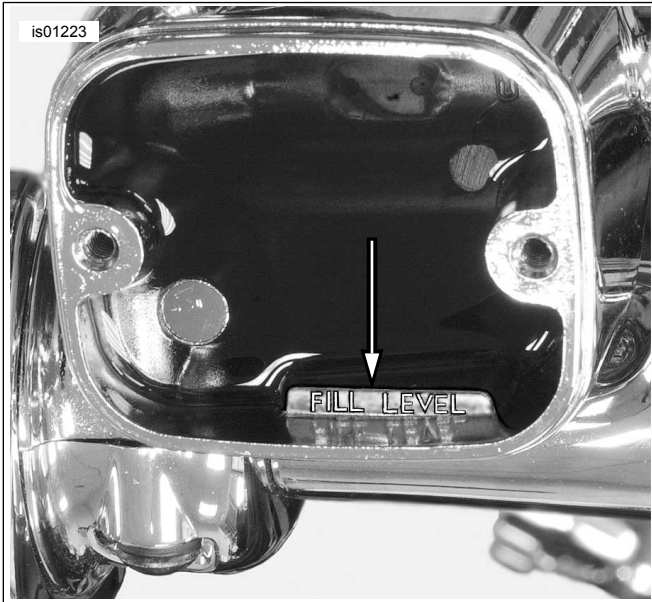

Abbildung 6. Füllstand
3. Siehe Abbildung 6. Die Sorte Bremsflüssigkeit gemäß den Anweisungen im Werkstatthandbuch in den Kupplungsgeberzylinderbehälter füllen. Alte Bremsflüssigkeit nicht wiederverwenden. Nur Bremsflüssigkeit aus einem verschlossenen Behälter verwenden. Die erste Füllung darf die Mindestmarkierung FILL LEVEL (Füllstand) nicht übersteigen.
6. Siehe Abbildung 6. Den Behälter bis zur FILL LEVEL-Markierung füllen und den vorherigen Schritt mindestens 3 Mal wiederholen, bis die Kupplungsflüssigkeit aus dem Hohlschraubenanschluss gleichmäßig austritt und der Flüssigkeitsstand im Behälter bei aufrecht positioniertem Motorrad die Markierung FILL LEVEL erreicht hat.